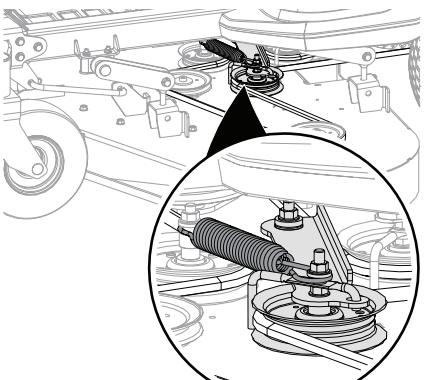
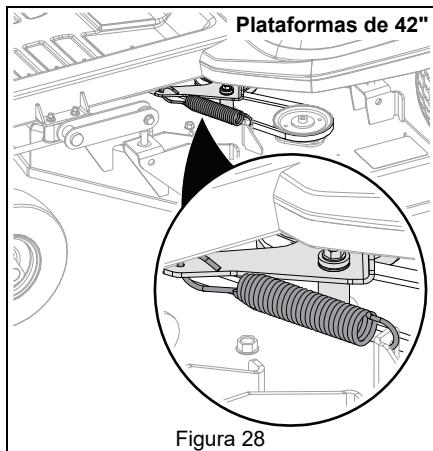

Figura 29
Figura 28
3. Conecte el muelle de la polea tensora. Consulte Figura 28 y Figura 29.